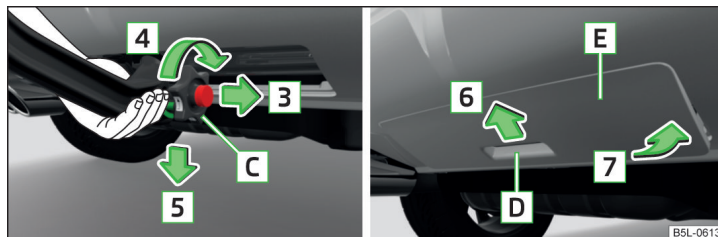

Fig. 150 Desprinderea tijei cuplei / așezăți clapeta pe bara de protecție spate
- Apucați tija cuplei **din partea de jos** iar cu cealaltă mână trageți roțița **C** în sensul săgeții **3** » fig. 150.
- Prindeți capacul de protecție de la bara de protecție spate **E** » fig. 150 de mânerul **D** și așezați-l în sensul săgeții **6** pe cârligele de sub marginea superioară a barei de protecție.